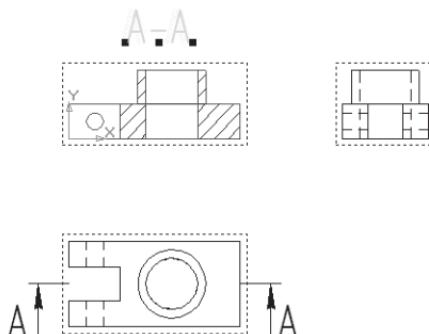

Рис. 327
- щелчком ЛКМ выделите обозначение разреза **A–A** и, удерживая ЛКМ за маркеры, переместите его таким образом, чтобы текст был расположен непосредственно над разрезом (рис. 327). Снимите выделение;